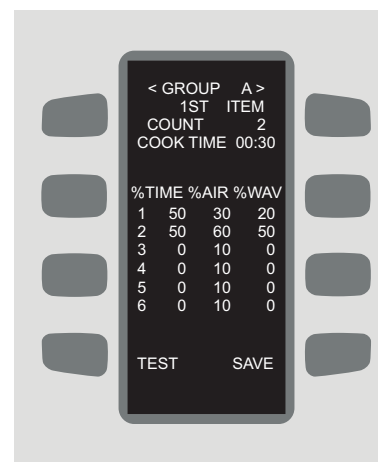

FIGURE 15 : Écran de modification des réglages de recettes
7. Ajustez les composants suivants d'un article de menu (voir Figure 15 - pour naviguer d'un champ à l'autre, appuyez sur la touche HAUT ou BAS) :